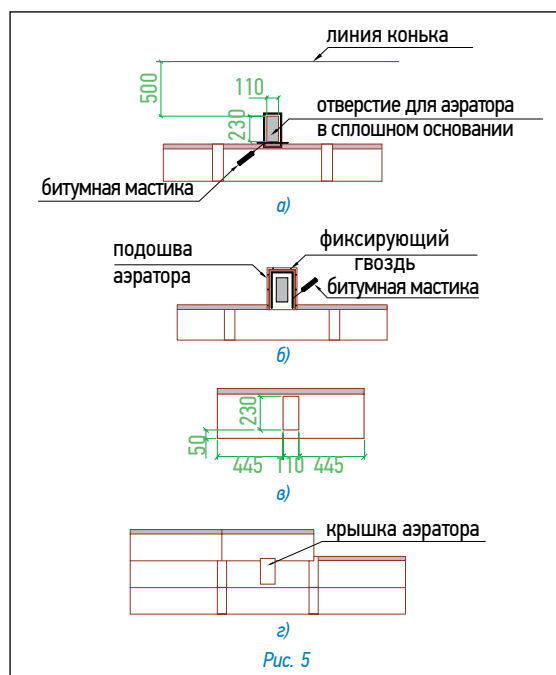

Рис. 5
#### Установка аэратора (рис. 5)
- В сплошном основании кровли прорезается отверстие  $11 \times 23$  см, расположенное согласно рис. 5а;
- корпус аэратора устанавливается поверх отверстия и фиксируется гвоздями из нержавеющей стали; по верхней и боковым сторонам подошвы корпуса также наносится битумная мастика (рис. 5б);
- далее укладывается очередной ряд черепицы; подошва аэратора при этом закрывается листом с заранее прорезанным в нем отверстием (рис. 5в);
- на корпус аэратора устанавливается крышка, которая фиксируется нажатием (до щелчка) (рис. 5г).